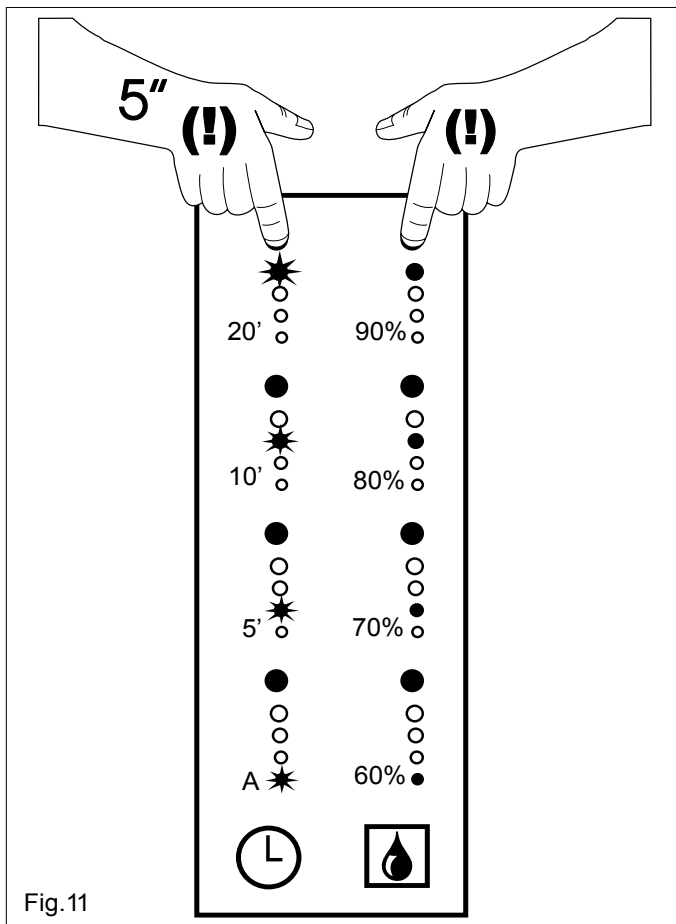

Fig.11
Для настройки уровня относительной влажности нажмите кнопку (5) на передней решетке вентилятора (Рис.11/ Fig.11). Выбранный уровень влажности (60, 70, 80 или 90%) отображается световыми индикаторами на передней решетке. Заводская настройка составляет 90%.